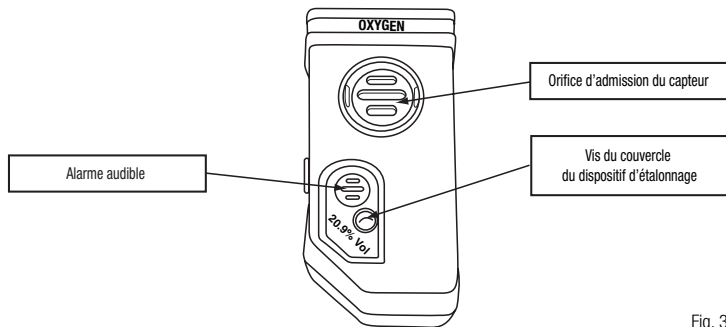

Fig. 3
1. Dévisser et enlever le couvercle de l'orifice d'étalonnage (Fig. 3).